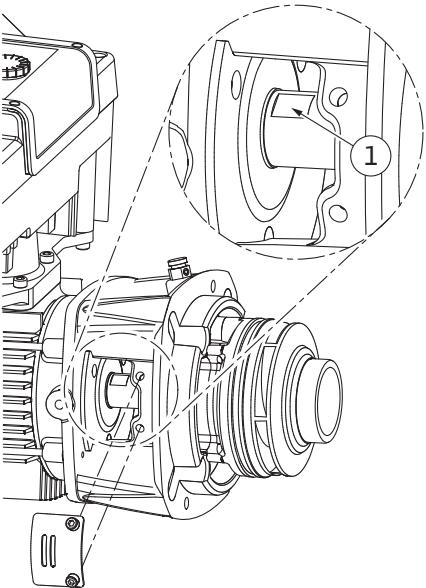

Fig. 106: Зони на вала, предвидени за закрепване на гаечен ключ
14. Вкарайте гаечен ключ (оптимален размер на ключа 22 mm) в прозорчето на латерната и захванете вала за зоната, предвидена за закрепване на гаечен ключ (Fig. 106, поз. 1). Развийте гайката на работното колело (Fig. I, поз. 22). Работното колело (Fig. I, поз. 21) се изважда автоматично от вала.
3. Вкарайте гаечен ключ (оптимален размер на ключа 22 mm) в прозорчето на латерната и захватете вала за зоната, предвидена за закрепване на гаечен ключ (Fig. 106, poz. 1).
10. Вкарайте гаечен ключ (размер на ключа 32 mm) в прозорчето на латерната (Fig. IV, poz. 38) и захватете вала за зоната, предвидена за закрепване на гаечен ключ (Fig. 106, poz. 1). Монтирайте работно колело с подложна шайба(и) и гайка. Затегнете гайката. Внимавайте да не увредите механичното уплътнение поради изкривяване.